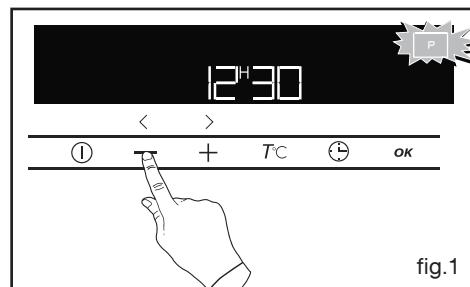

fig.1
Puis appuyez une fois sur la touche - pour obtenir le symbole "P" clignotant dans l'afficheur (fig.1).
- Appuyez 1 fois sur la touche \oplus pour faire clignoter l'indicateur de fin de cuisson (fig 1).